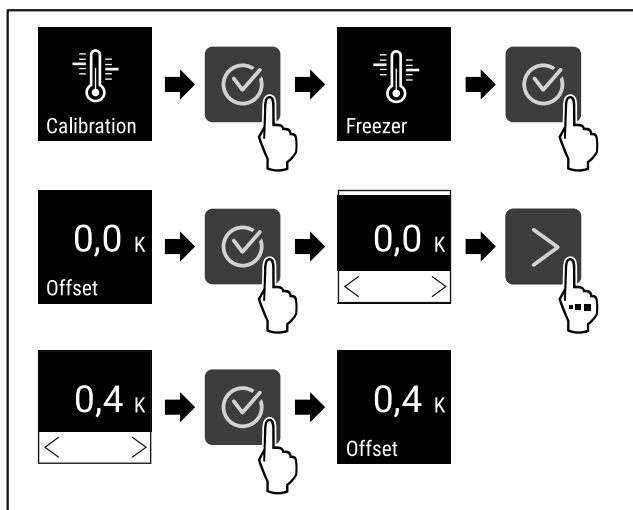

Fig. 100
- ▶ Eseguire i passi (vedere Fig. 100).